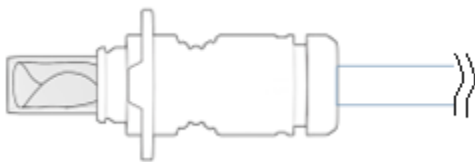

Figura 6. Inspeção do implante (com cânula de carregamento)
- Verifique visualmente a integridade do implante (dentro da cânula de carregamento); não deverão existir vincos, dobras ou rasgos, consulte a Figura 6.